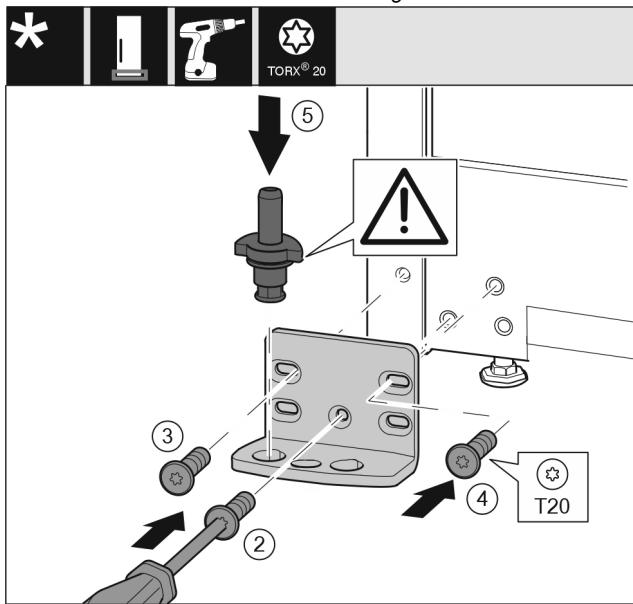

Fig. 18
- Nasadte stojan ložiska na druhé straně a přišroubujte pomocí šroubováku T20. Začněte šroubem 2 dole uprostřed. Fig. 18 (2)
- Pevně utáhněte šrouby 3 a 4. Fig. 18 (3,4)
- Zcela vložte ložiskový čep. Přitom dávejte pozor, aby zajišťovací vačka směřovala dozadu. Fig. 18 (5)